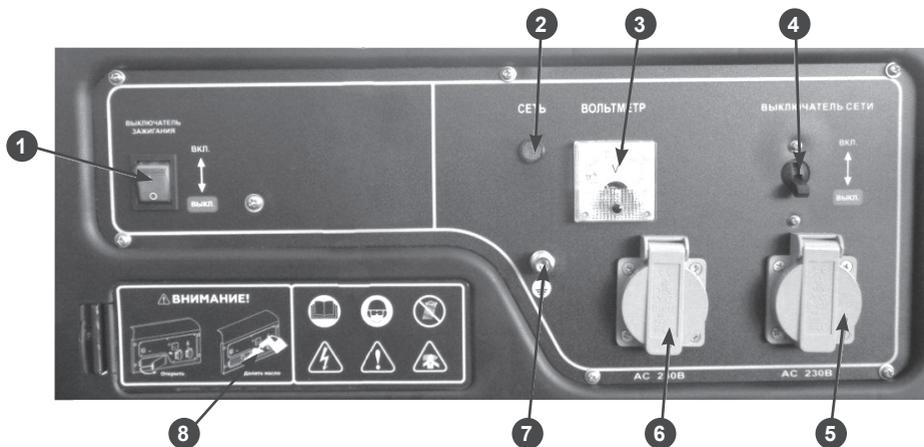

Рис. 3 Панель управления
2. Отключите все потребители электроэнергии от генератора и установите выключатель 4 сети (Рис. 3) в положение «ВЫКЛ».